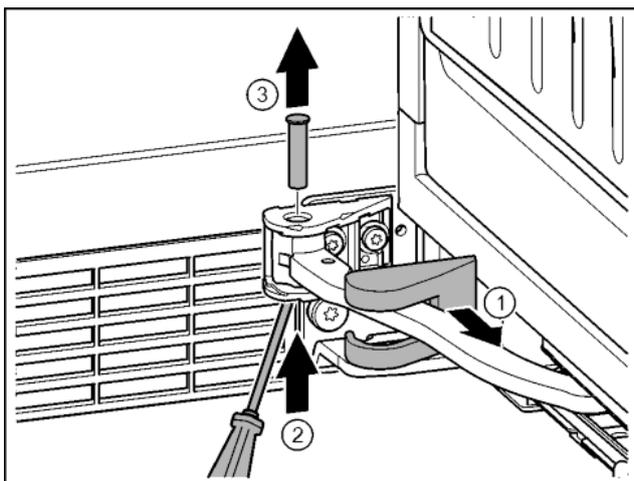

Fig. 18
- ▶ Skinite pokrov podloška ležaja i pomaknite ga uzduž zgloba. Fig. 18 (1)
- ▶ Prstom ili odvijačem podignite odozgo svornjak. Fig. 18 (2)
- ▶ Gurnite odvijač ispod glave svornjaka i izvucite ga. Fig. 18 (3)